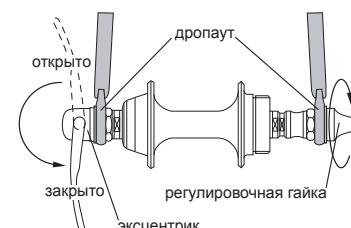

рис. 2
- 3.1.2. Откройте эксцентриковый зажим, под тяжестью велосипеда, колесо само установится точно в посадочных окончаниях вилки. При необходимости регулировки усилия зажима эксцентрика, отрегулируйте его регулировочной гайкой. Усилие при закрытии эксцентрика — 10-15 Н/м (рис. 2)
рис. 2а
рис. 2б
рис. 2в
Синхронизирующая цепь должна быть установлена таким образом, чтобы шатуны водителя и пассажира находились в одинаковом положении (рис. 31). Натяжение синхронизирующей цепи тандема регулируется с помощью переднего эксцентрикового кареточного узла (4) (рис. 31), (рис. 32). Для этого необходимо ослабить фиксирующие болты (5) так, чтобы эксцентрик (4) свободно вращался (рис. 2). С помощью ключа, вставляемого в отверстия (6), вращать эксцентрик до тех пор, пока цепь не достигнет необходимого уровня натяжения (рис. 32). Нормальное натяжение цепи должно быть таким, чтобы при оттягивании рукой верхней ветви отклонение в средней части составляло 20-25 мм. Затем эксцентрик затягивается в нужном положении фиксирующими болтами с усилием 8-11 Н·м.